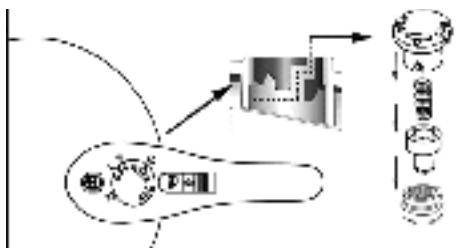

Fig.13
Die spezielle Demontage wird wie folgt durchgeführt: (Abb.13)
- Schalten Sie das Betriebsventil in die Stellung «  », bauen Sie es aus und demontieren Sie die Teile in der Reihenfolge; in der in Abb. 13 gezeigten Reihenfolge demontieren und anschließend reinigen; den Deckel umdrehen und die Dichtungsscheibe reinigen. Nach der Reinigung werden sie in umgekehrter Reihenfolge wieder eingebaut.
- Arbeitsdruckventil: Das Druckventil von Hand ausbauen und reinigen (siehe Abb.13).